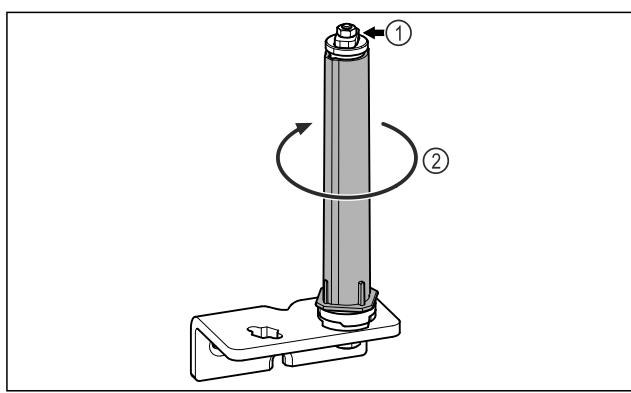

Fig. 29
► Не разбирайте систему закрытия двери *Fig. 29 (1)*.
- Поворачивайте систему закрытия *Fig. 29 (2)* до щелчка.